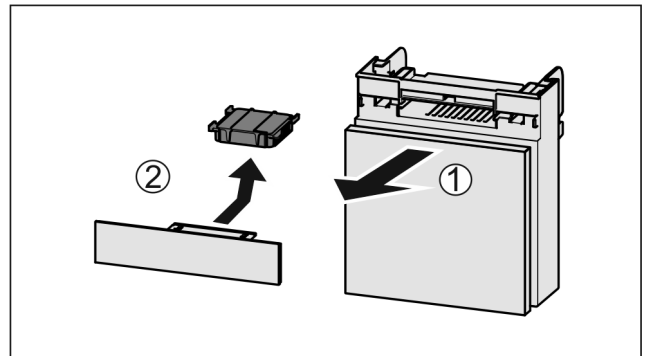

Fig. 129
- Fach nach vorne herausziehen Fig. 129 (1).
- Aktivkohlefilter entnehmen Fig. 129 (2).